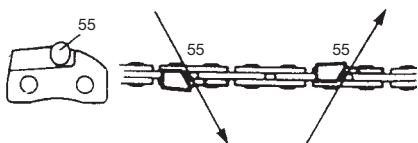

Fig. 42
Limer (55) le maillon-gouge d'un côté de la chaîne, de l'intérieur vers l'extérieur. Limer seulement avec des mouvements vers l'avant. (Fig. 42)